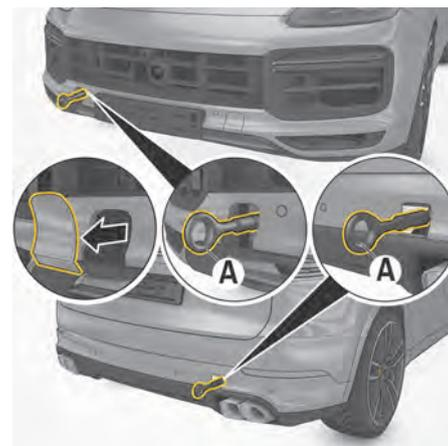

図. 218 けん引フックを外す
3. けん引フック A(図. 218) を反時計方向いっぱいねじ込み (逆ねじ)、手で締め付けます。
1. けん引フック A(図. 218) を外します (時計回りに回転、逆ねじ)。